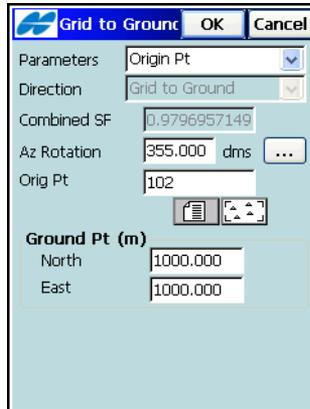

Abbildung 4-95. Streckenreduktion: Ursprungspunkt
- Im Modus *Ursprungspkt* definieren Sie einen Gitterpunkt aus dem Projekt als Ursprung der Bodenkoordinaten für die *Gitter-zu-Ebene*-Koordinatentransformation (Abbildung 4-95 auf Seite 4-81). Legen Sie außerdem die Azimutrotation fest, d. h. den Winkel zwischen den Achsen des Gitter- und des Bodenkoordinatensystems. Dieser Winkel definiert die Referenzrichtung für das Bodensystem. Verwenden Sie die **Listenschaltfläche** zum Berechnen der *Azimutrotation*.